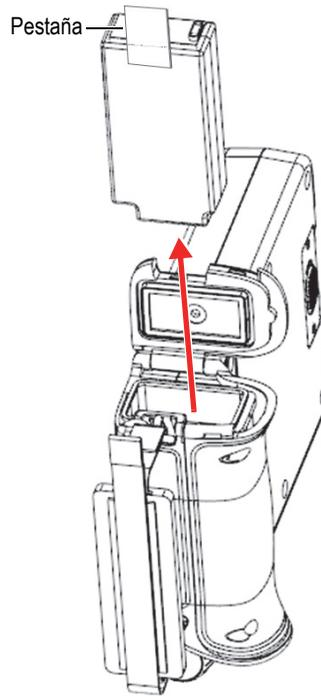

Figura 4-3 Extracción de la batería
4. Coja la pestaña de la batería y tire de ella para liberar y retirar la batería. Vea la Figura 4-3 en la página 47.